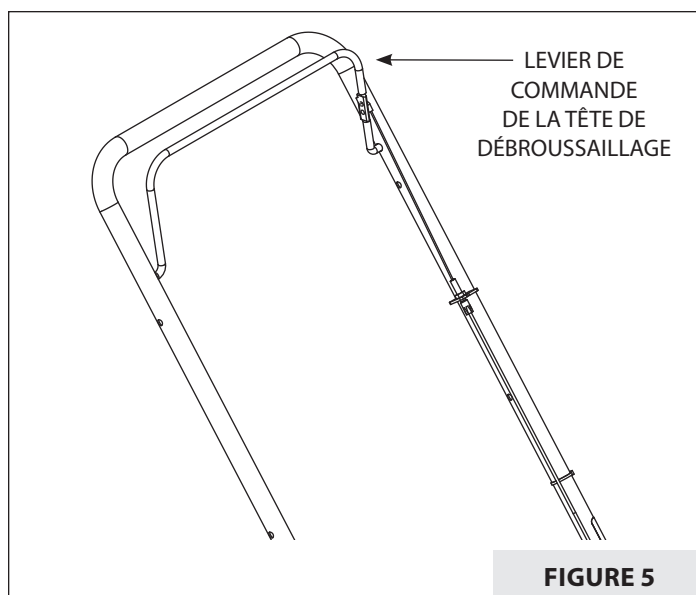

FIGURE 5
1. Pour embrayer la tête de débroussaillage, tenir le levier de commande contre le guidon. Plus le régime du moteur est élevé et plus la tête de débroussaillage tourne vite. **VOIR FIGURE 5.**